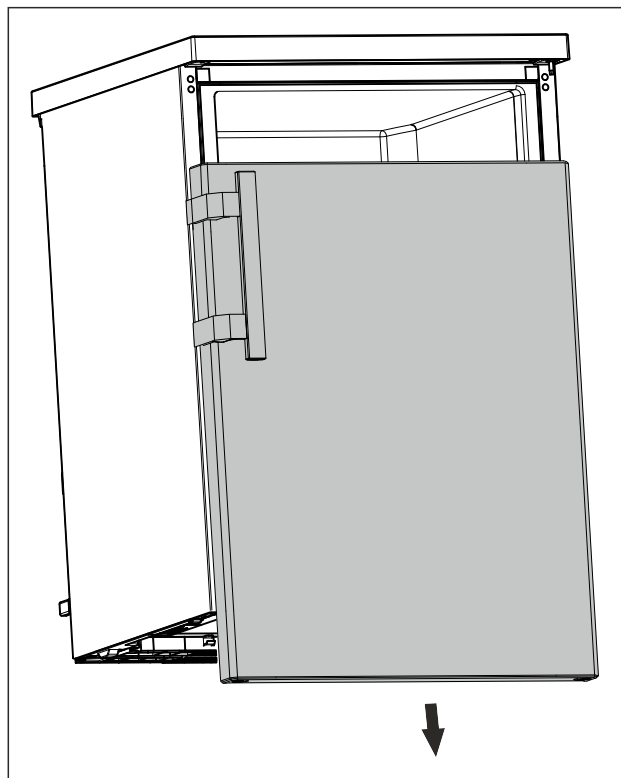

Fig. 14
- Зніміть дверцята в напрямку вниз. (див. Fig. 14)